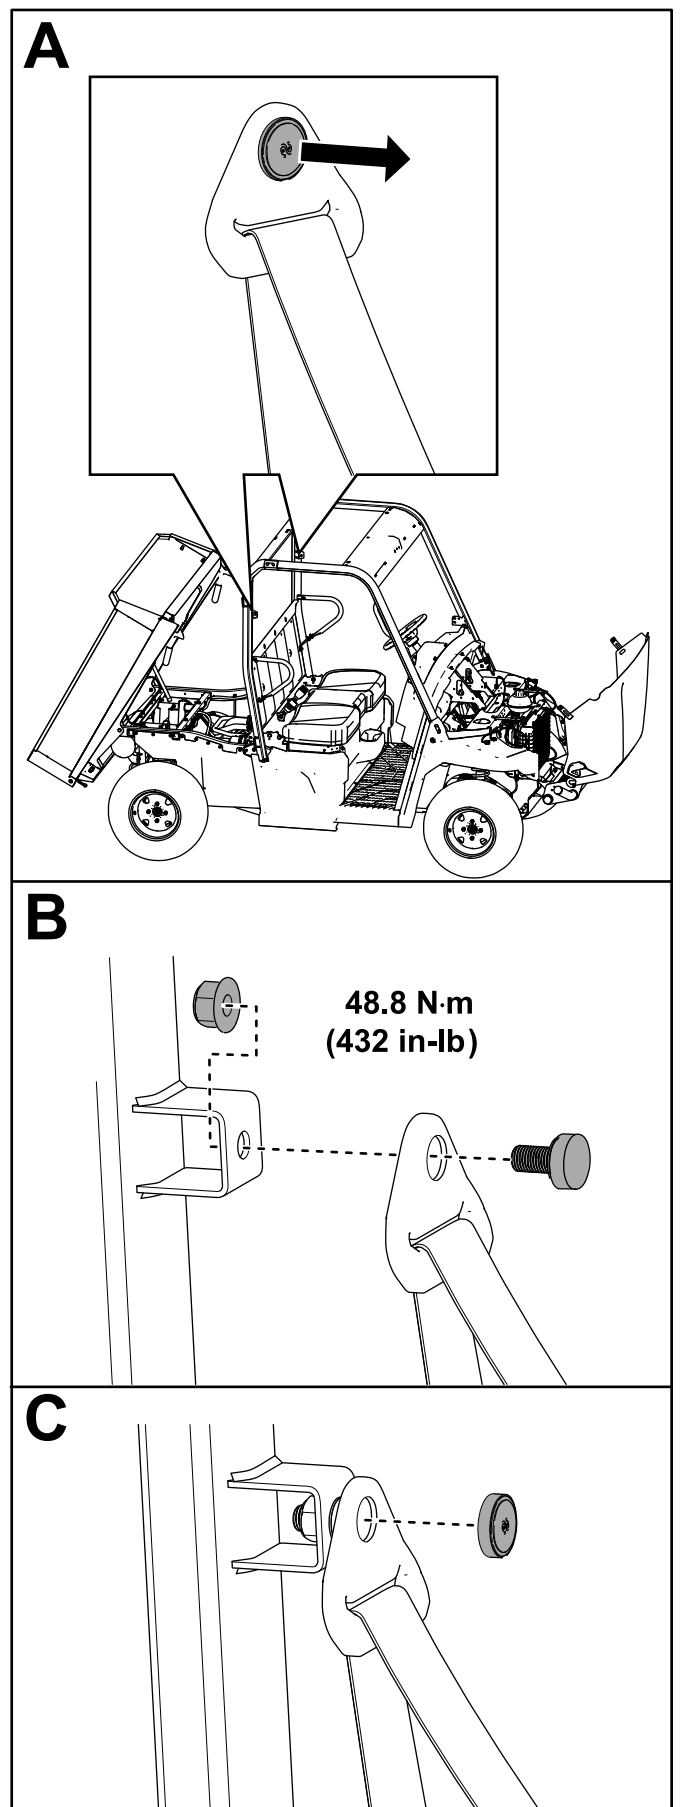

Figura 22
- A. Rimuovete il tappo dalla parte superiore della cintura di sicurezza (Figura 22).
- B. Inserite la cintura di sicurezza nella staffa della cintura di sicurezza della barra rotazione e fissate la cintura di sicurezza utilizzando un dado di bloccaggio (7/16") come illustrato nella Figura 22.
- Serrate il dado di bloccaggio (7/16") a 48,8 N·m come illustrato nella Figura 22.
- C. Montate il tappo (Figura 22).